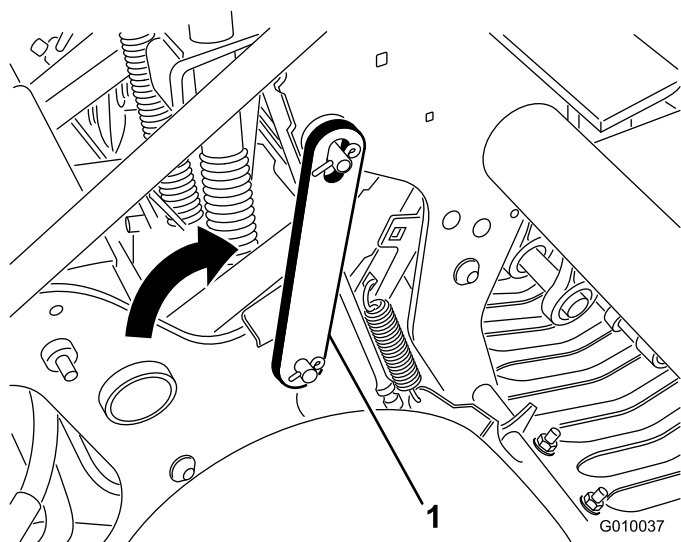

Figura 22
3. Girate indietro il fermo di servizio e inseritelo nella spina della testa di carotaggio (Figura 22). Fissatelo con l'anello Seeger.